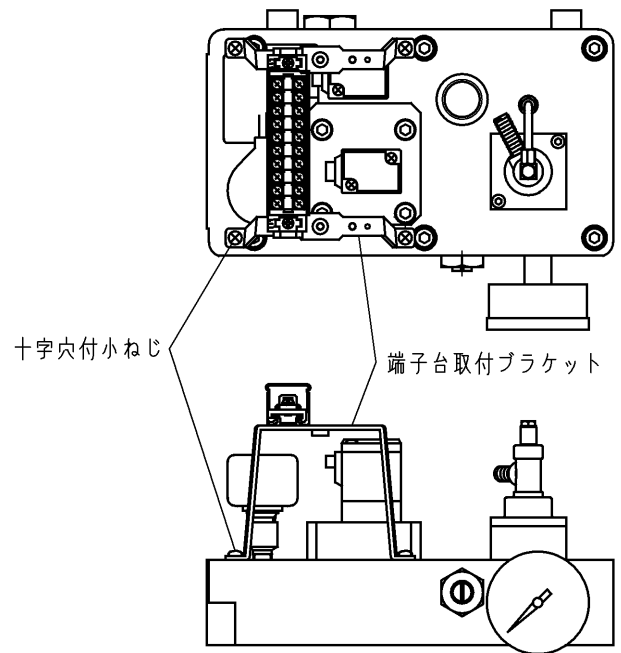

図 21
5. 6 本の六角穴付ボルトをゆるめて外し、油槽から本体を持ち上げ、本体下部に接続されているチューブ継手のナットをゆるめ、チューブを引き抜きます。(図 21)
2. 油槽内のポンプからのチューブを本体底面の継手に差し込み、ナットを締め付けて固定します。(図 21)
3. 6 本の六角穴付ボルトを締め付けて油槽を固定します。(図 21)